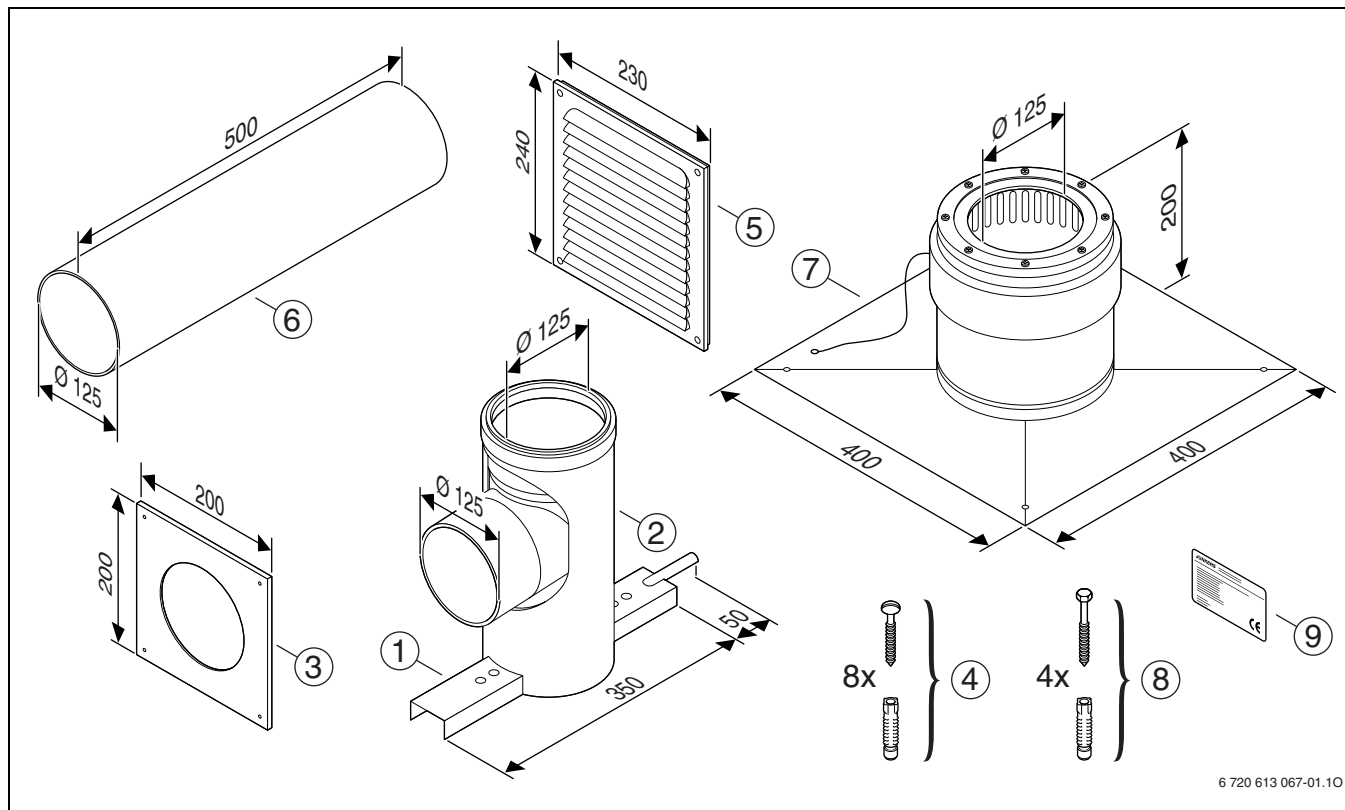

Bild 1
4.1 Auflageschiene (→ Bild 1, [1], Seite 5)
4.2 Stützbogen (→ Bild 1, [2], Seite 5)
4.3 Blende (→ Bild 1, [3], Seite 5)
4.5 Mündungsrohr (→ Bild 1, [6], Seite 5)